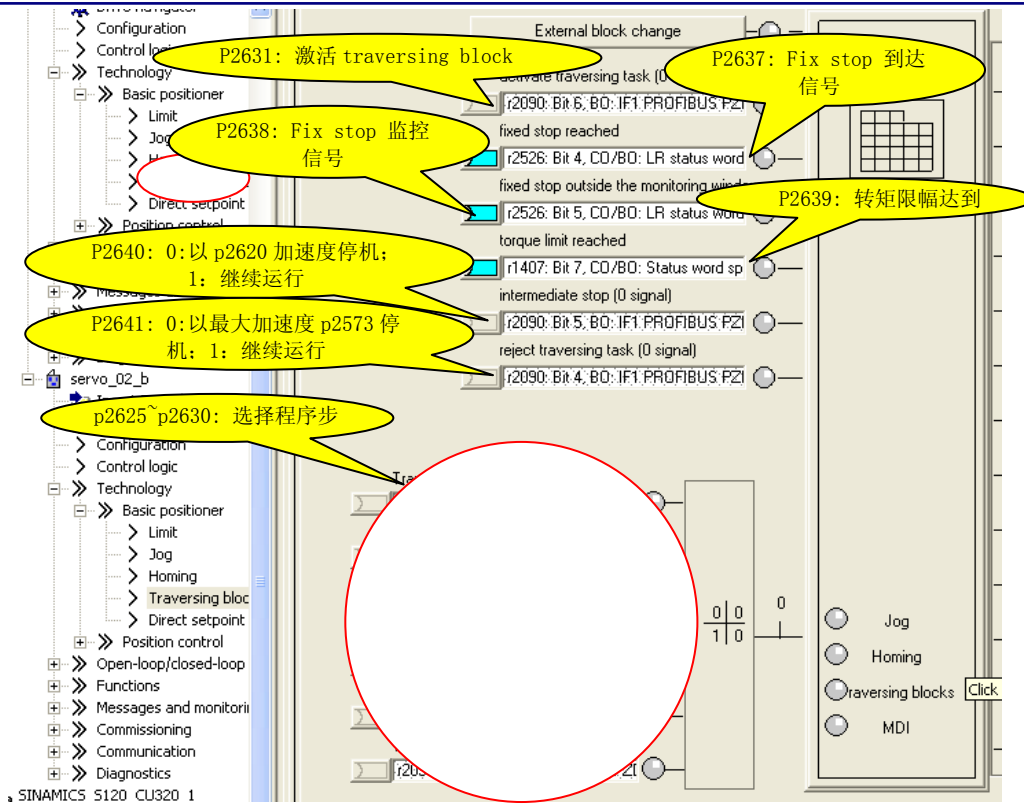

图 13
Traversing Blocks 的参数设置如图 13 所示：
- 1) 首先参考图 13 设置参数